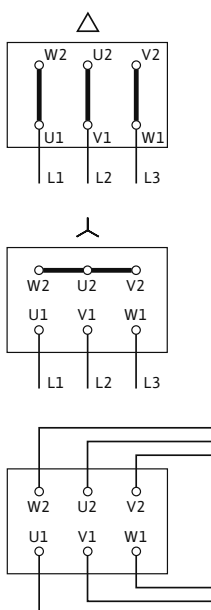

Fig. 17: Подключение к сети
Схема электроподключения находится в крышке клеммной коробки (см. также Fig. 17).
- Подключение к сети зависит от мощности двигателя  $P_2$ , от сетевого напряжения и от типа пуска. Необходимое переключение соединительных перемычек в клеммной коробке можно определить по следующей таблице «Табл. 4. Распределение клемм» на стр. 106 и Fig. 17.